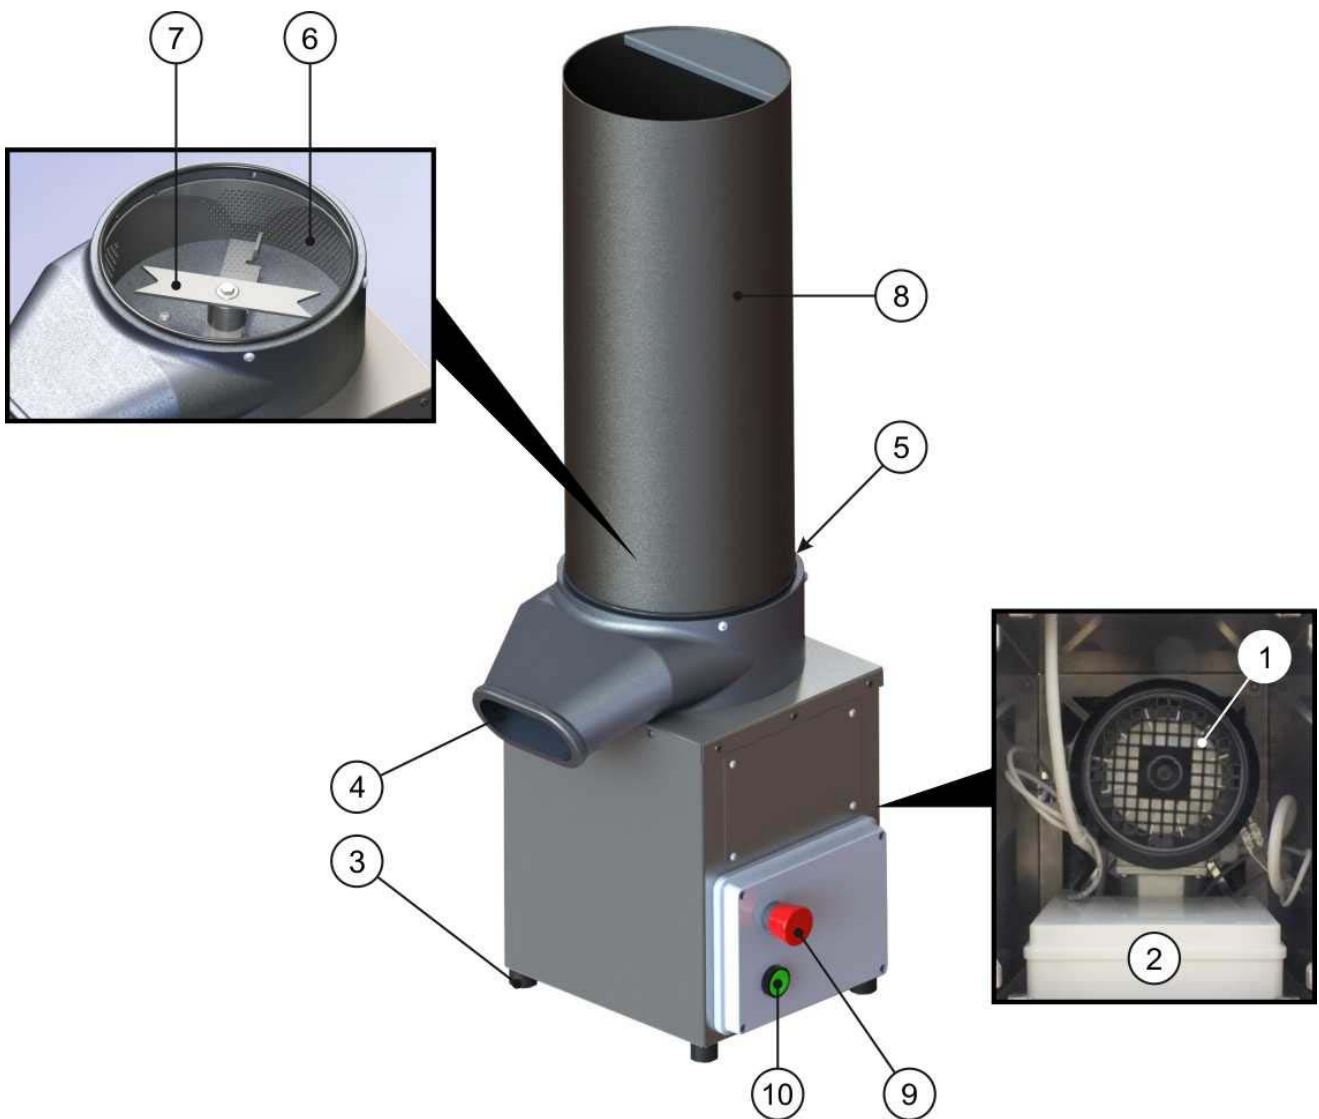

Рисунок 1
Помимо несущей конструкции каждая машина состоит из (рисунок 1):
- Во время рабочего цикла машины хлеб следует подавать исключительно через верхнее отверстие бункера поз. 8, рисунок 1.
- Установить емкость для сбора панировочных сухарей под каналом сброса поз. 5, рисунок 1.
- Нажать кнопку пуска двигателя, поз. 10, рисунок 1.